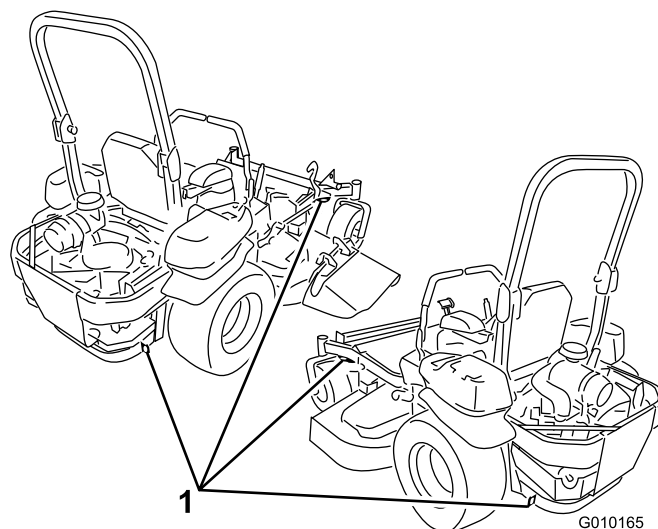

Figura 37
5. Utilizzate gli anelli di ancoraggio metallici sulla macchina per fissare saldamente la macchina al rimorchio o all'autocarro per mezzo di cinghie, catene, cavi o corde (Figura 37).